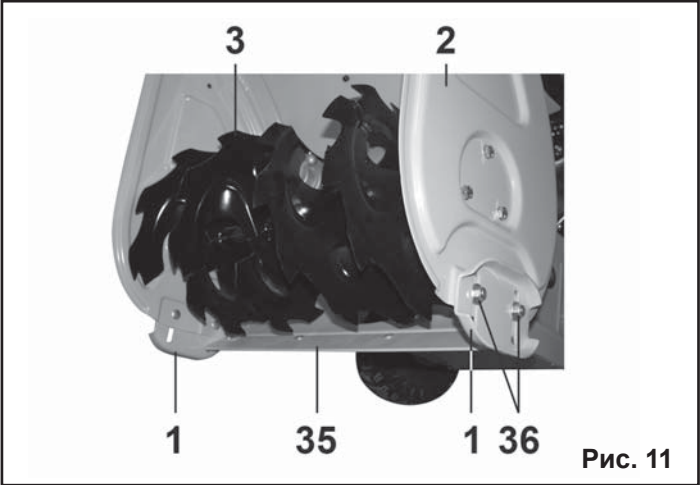

Рис. 11
7.1. Регулировка положения башмаков (Рис.11).